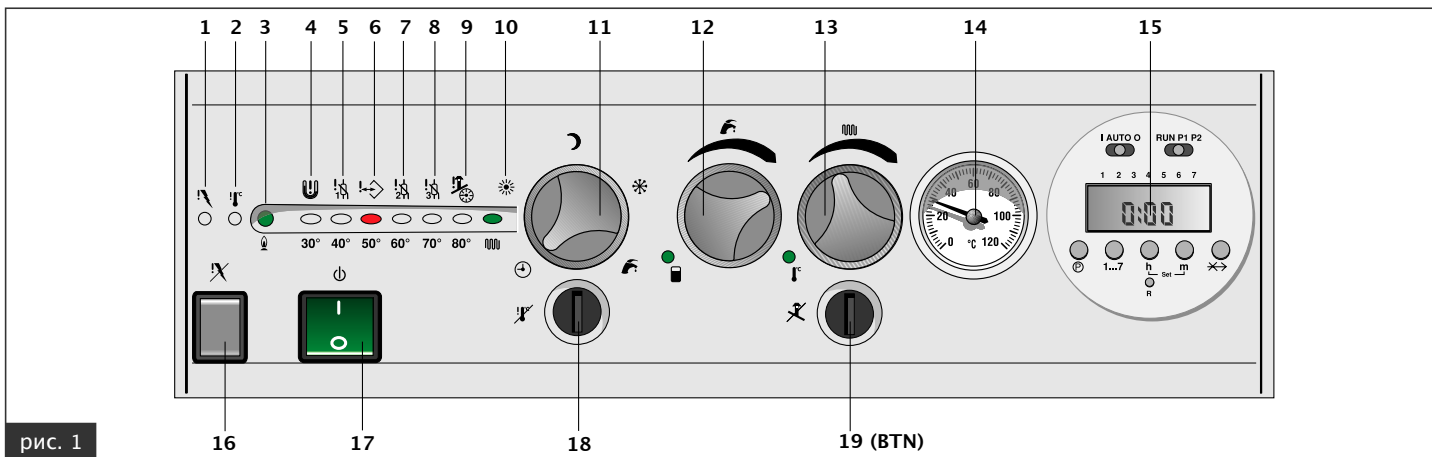

рис. 1
- Установить общий выключатель с подсветкой **17** (рис. 1) в положение **ON** (лампочка выключателя загорается).
- Когда отопительной системе необходима горячая вода, загорается индикатор **10** (рис. 1);
**ВНИМАНИЕ:** При включении котла после долгого простоя, особенно если котел работает на сжиженном газе, запуск котла может быть затруднен. В этом случае перед пуском котла включите какие-либо газовые приборы (например, кухонную плиту, духовку и т.п.). Даже после таких действий котел может запускаться с трудом и блокироваться один или два раза. Осуществляйте перезапуск котла с помощью клавиши **16** (рис. 1).